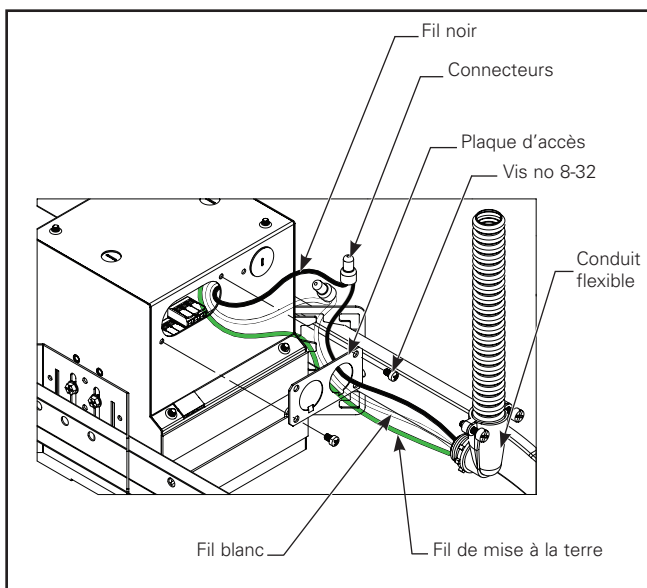

Figure 1.6.
- ii. Connectez les fils noirs ensemble et les fils blancs ensemble à l'aide des connecteurs fournis. (Figure 1.6)